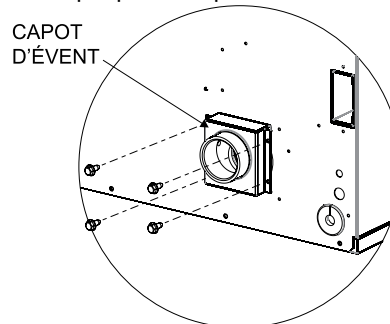

Figure 11
5. Fixer le capot d'évents sur la plaque d'adaptateur à l'aide de quatre (4) vis à tête de 10 x 1/2 po (fournies). **Voir Figure 11.**